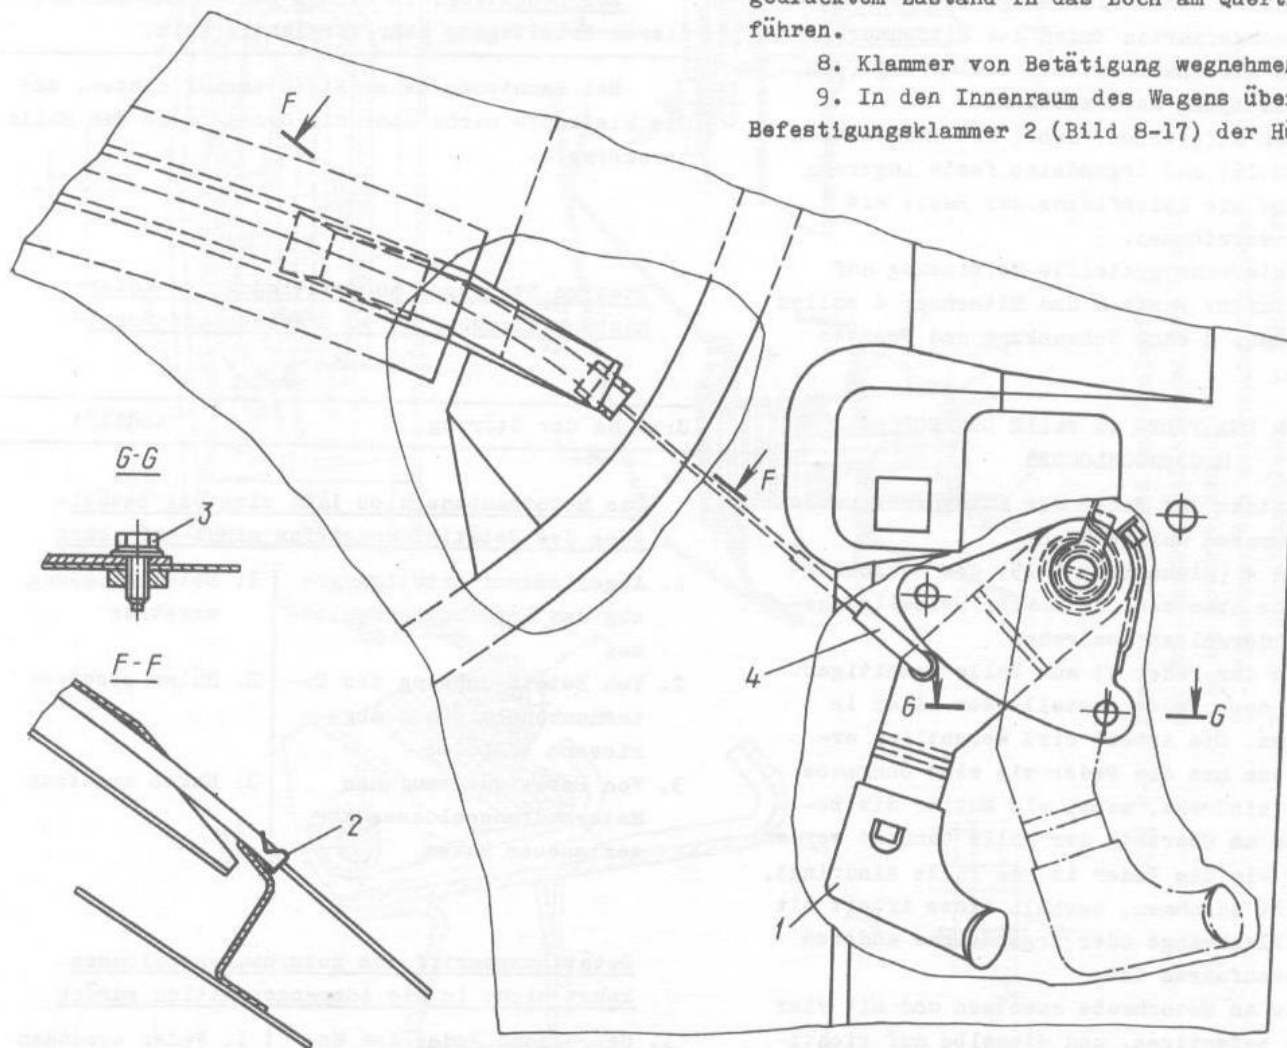
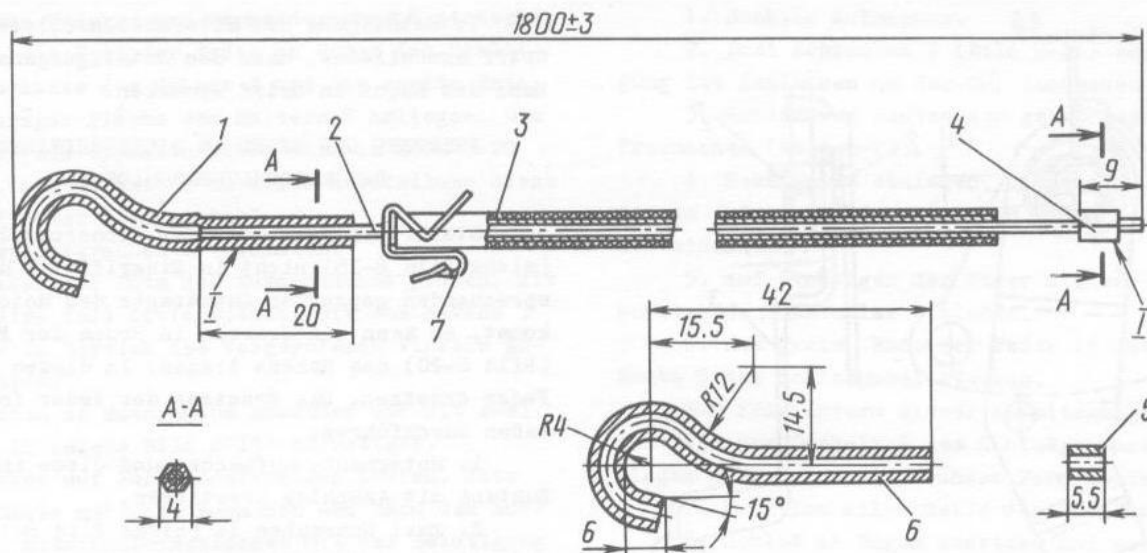

Bild 8-17. Einsatz der Schloßbetätigung der Motorhaube:
Bild 8-18. Betätigung des Motorhaubenschlosses:
9. In den Innenraum des Wagens übergehen, Befestigungsklammer 2 (Bild 8-17) der Hülle außer
angepreßten Hakens sind in Bild 8-18 angegeben.
paraturhülse 5 (siehe Bild 8-18) befestigen. Die Ab-
ihrer Lage am Zug sind in Bild 8-18 angegeben.
1. Betätigungszug 4 (siehe Bild 8-17) des Motorhaubenschlosses von Griff 1 losmachen, dazu Haken 1 (siehe Bild 8-18) der Betätigung außer Eingriff mit dem Griff bringen.
2. Griff vom Wagen abnehmen, dazu zwei Befestigungsschrauben 3 (siehe Bild 8-17) desselben losdrehen.
6. Griff an Wagen ansetzen und mit zwei Schrauben 3 (siehe Bild 8-17) befestigen.